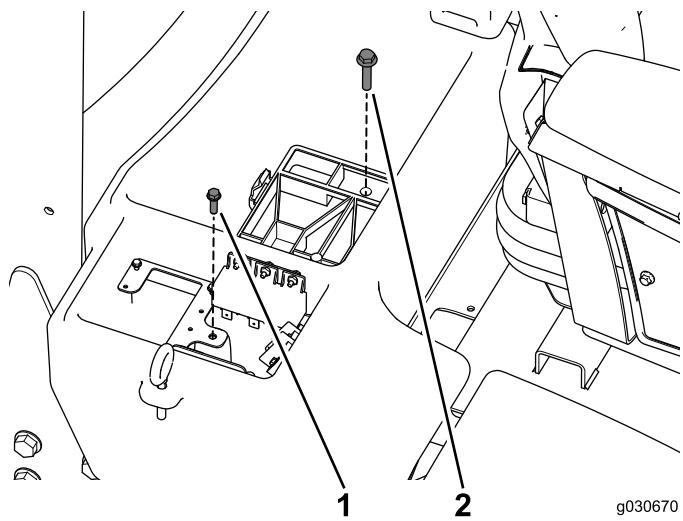

Figura 3
4. Retire y guarde el tornillo que sujetá la chapa del arnés de cables y el perno que sujetá el compartimento de la batería (Figura 3).